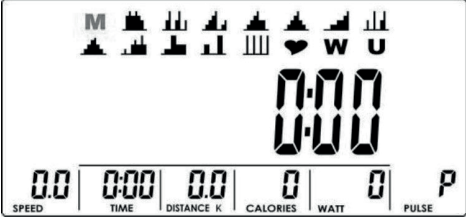

Rysunek 1
1. Podłącz zasilanie, komputer włączy się i wyświetli wszystkie segmenty na wyświetlaczu przez 2 sekundy (Rys.1).